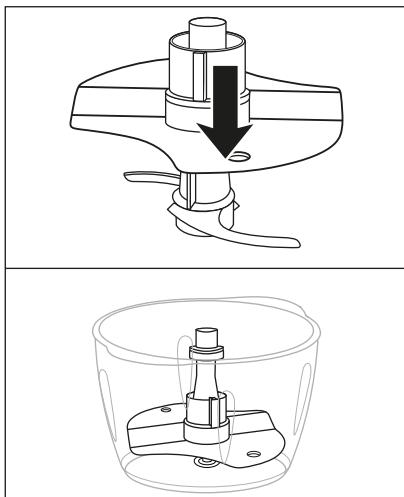

Fig. 1
- 1) Posez le bol ⑨ sur l'anneau antidérapant ⑪.
- 2) Poussez le disque émulsionneur ⑫ sur le porte-lame ⑦ :
- Pour fouetter 200–400 ml de crème, montez le disque émulsionneur ⑫ sur le porte-lame ⑦ de sorte que le disque émulsionneur ⑫ repose sur les deux parties de la lame ⑧ et s'encrante (fig. 1) :